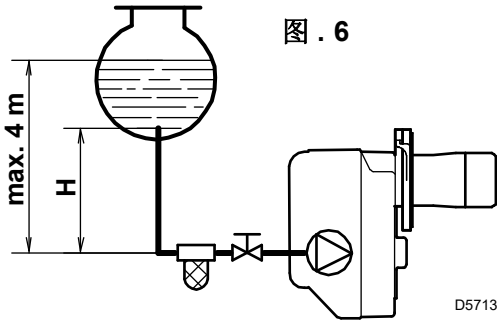
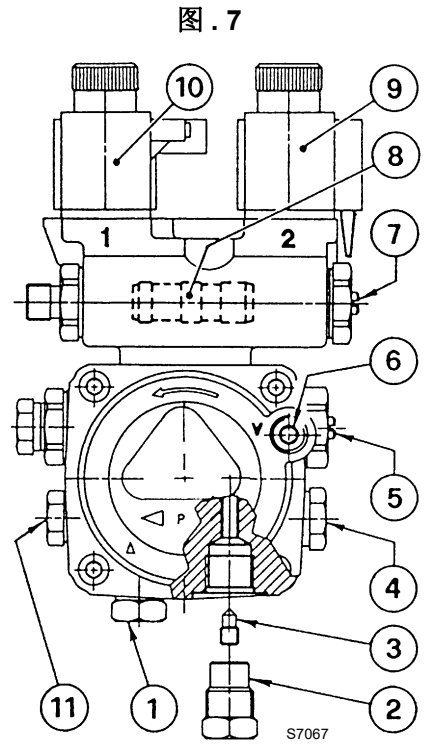

图 . 6
图 . 7
- 设计时泵是按双管运行的。如单管运行，须拧下回油螺钉 (2)，移开旁路螺钉 (3) 后再拧紧螺钉 (2)。(参见图 . 7)。
在图 . 6 所示系统中，松开油压表接口螺钉 (6, 图 . 7) 直到有油流出就可以了。